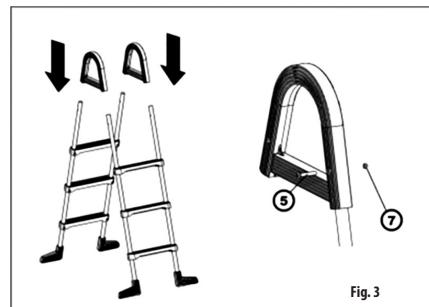

Fig. 3
Inserire i montanti tubolari assemblati negli archi (2) (**Fig. 3**) e fissarli con le viti (5), rispettando la loro direzione; le teste delle viti devono essere rivolte verso l'esterno.